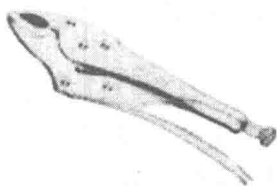
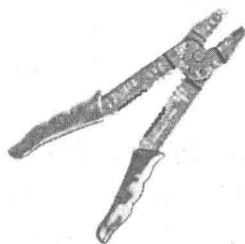

图 1-14 铆钉钳
图 1-15 多功能钳子
(3) 钳子 钳子用于夹持或弯折薄片、切断金属丝材及其他用途。常用的钳子有钢丝钳、弯嘴钳、尖嘴钳等。新型的钳子有紧线钳（图 1-13）、铆钉钳（图 1-14）、多功能钳子（图 1-15）等。